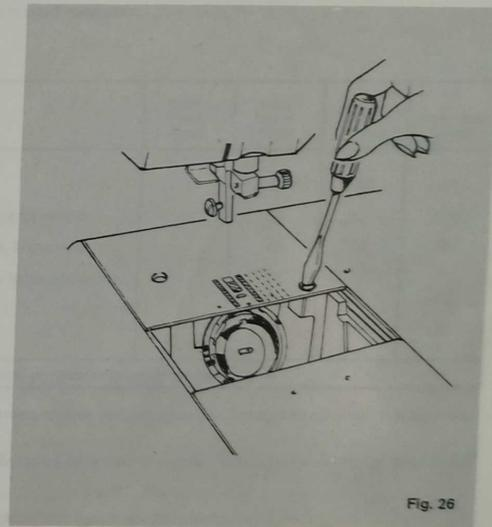

Fig. 26
22.º LIMPIEZA DE LA MAQUINA (fig. 26)
Desmontar la chapa de dientes soltando los tornillos de sujeción (fig. 26).